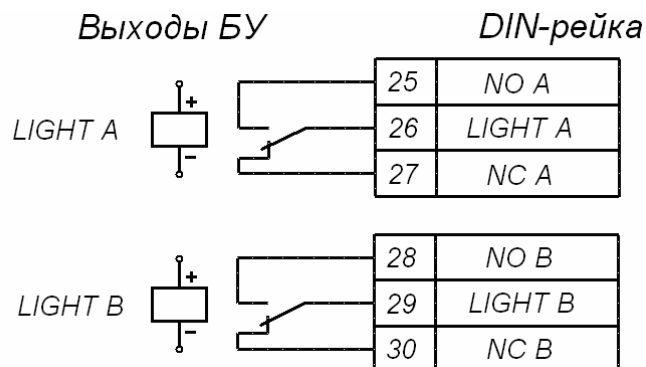

Рисунок 10 Выходные каскады для Light A и Light B
5.4.4 **Выносные световые индикаторы** подключаются на клеммы DIN-рейки 25...30. При этом реле «*Light A*» («*Light B*») активизировано (на его обмотку подано напряжение), когда горит соответствующий данному направлению прохода зеленый индикатор на блоке индикации турникета, и нормализовано (на его обмотку напряжение не подано), когда горит соответствующий данному направлению прохода красный индикатор. Выходные каскады для *Light A* и *Light B* – перекидные контакты реле (см. рис. 10) со следующими характеристиками сигналов: